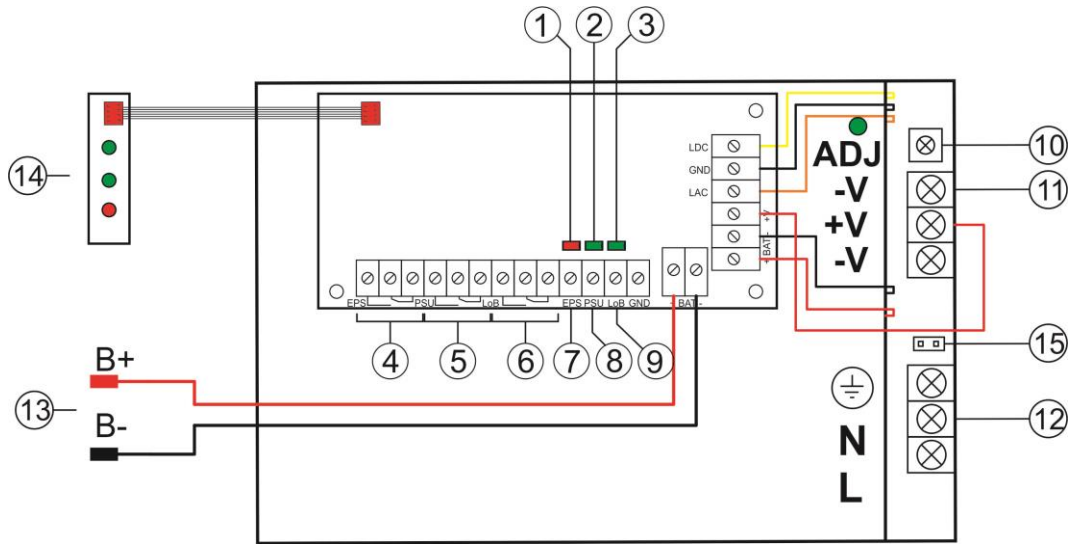

Abb. 2. Ansicht des Netzteilmoduls.
1.3 Beschreibung der Elemente und Verbindungen des Netzteils (Tab. 1, Abb. 2)
Tabelle 1. Elemente des Netzteilmoduls (siehe Abb. 2).
- rote LED-Diode (Abb. 2, Element 1) im Normalbetrieb (AC-Versorgung) leuchtendes Licht. Beim Fehlen der AC-Stromversorgung wird die LED-Diode ausgeschaltet.
- grüne LED-Diode (Abb. 2, Element 2) signalisiert über den Stand der DC-Versorgung am Ausgang des Netzteils. Im Normalbetrieb (DC-Versorgung) leuchtendes Licht. Im Falle von Kurzschluss und Überlastung wird die Diode ausgeschaltet.
- grüne LED-Diode (Abb. 2, Element 3) signalisiert über den Stand der Spannung des Akku. Im Normalbetrieb ($U_{BAT} > 23V$) leuchtendes Licht, im Falle von Senkung der Spannung des Akkus ($U_{BAT} < 23V$) wird die Diode ausgeschaltet.
ACHTUNG! Auf der Abb. 2 werden die Kontakte der Relais in einem spannungsfreien Zustand dargestellt, was eine Netzstörung AC bedeutet.
ACHTUNG! Auf der Abb. 2 werden die Kontakte der Relais in einem spannungsfreien Zustand dargestellt, was eine Netzteilstörung bedeutet.